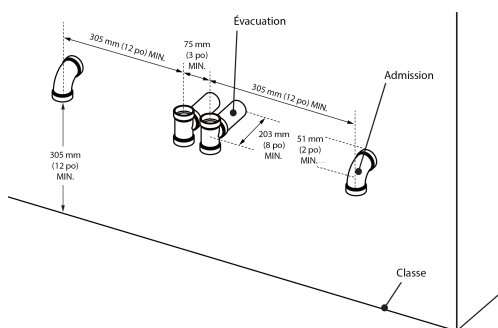

Figure 12. Évacuation multiple standard (horizontale)
- L'utilisation d'évents communs est interdite! Si vous installez deux de ces fournaises à proximité l'une de l'autre, la prise d'air comburant et les terminaisons d'évacuation peuvent être installées comme indiqué dans les Figures 12 et 13.